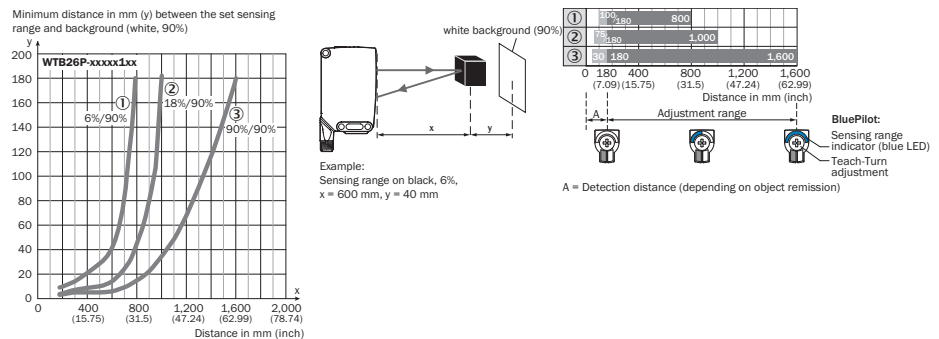

図 80: 特性曲線 1、WTB26P-xxxxx1xx、赤色光
背景抑制用の最小間隔 (= y) は、図 [図 80 ①] に基づいて以下の通り求めることができます: